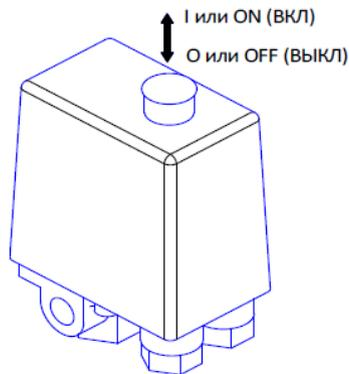

Рисунок 3
- Проверьте, чтобы выключатель на автоматике находился в выключенном положении "O" или "OFF", в зависимости от исполнения (см. рисунок 3).
- Включите компрессор выключателем на автоматике. Для этого необходимо переключить выключатель в положение "I" или "ON", в зависимости от исполнения (см. рисунок 3).
1. Выключить компрессор выключателем на автоматике. Для этого необходимо переключить выключатель в положение "0" или "OFF", в зависимости от исполнения (см. рисунок 3). После этого остановится электродвигатель и произойдет сброс давления из нагнетательного воздухопровода и поршневого блока.